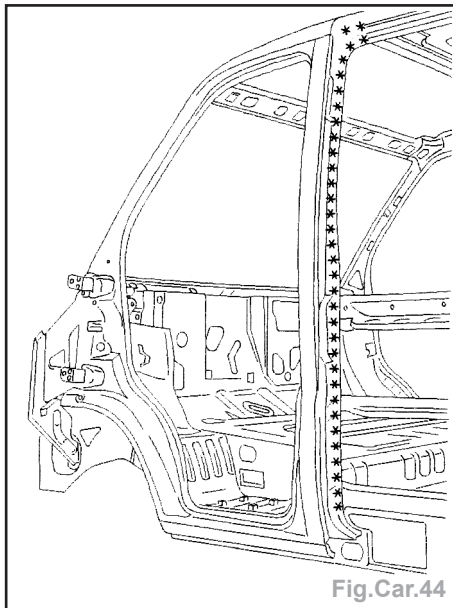

Fig.Car.44
- Dégrafer les lignes de points à l'aide d'une fraise de  $\varnothing 8$  mm (Fig.Car.44).